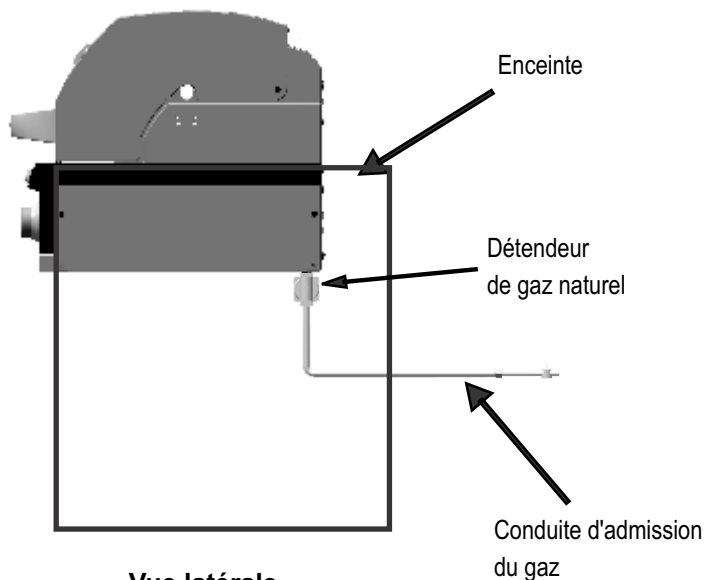

**Figure 6.**
4. Raccorder le détendeur de l'appareil au gaz naturel (prévu) au raccord du conduit de ½ po en prenant soin de raccorder le côté sortie du détendeur au raccord du conduit (voir la Figure 6). Les côtés entrée et sortie du détendeur sont indiqués par des marques à l'arrière du corps du détendeur.